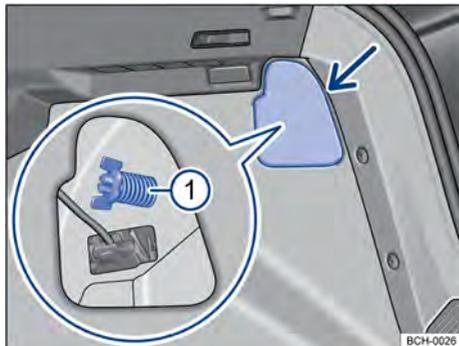

Fig. 163 No compartimento de bagagem: desinstalar cobertura e retirar o parafuso borboleta  (lupa).
-  Para abrir a cobertura da lanterna, girar a trava → Fig. 163 (seta).
-  Segurar a lanterna traseira na posição de montagem com uma das mãos e aparafusar com a outra o parafuso borboleta → Fig. 163 .